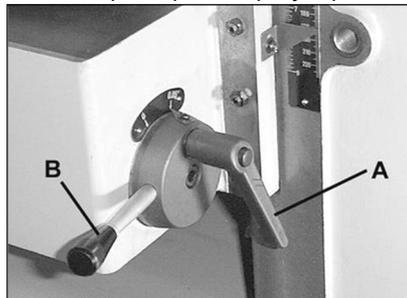

Рис. 6
Станок поставляется с двумя роликами в столе, которые вращаются, когда деталь проходит через станок, таким образом, снижая трение. Невозможно дать точные размеры правильной установки высоты роликов стола, потому что каждый вид древесины ведет себя по-разному. Как правило, когда строгаются грубые материалы, ролики стола необходимо поставить в верхнее положение. Когда строгаются гладкие материалы, то ролики надо установить в нижнем положении. Строгальный станок оборудован эксцентриковым подъемом - опусканием роликов стола при помощи рычага (Рис.6).
Чтобы установить высоту роликов стола, ослабьте стопорную ручку (А) эксцентрика (Рис.6) и поверните рычаг (В) быстрого подъема. Повторно затяните стопорную ручку эксцентрика, чтобы зафиксировать регулирование.
2. Ослабьте стопорную ручку (А) эксцентрика (Рис.6) и поверните рычаг (В) быстрого подъема в ноль.